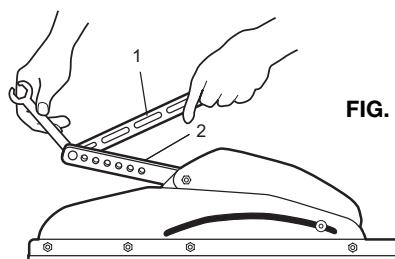

FIG. 5
- Separar la unión del brazo de la puerta, tal como se muestra en la fig. 5, extrayendo el perno de fijación.